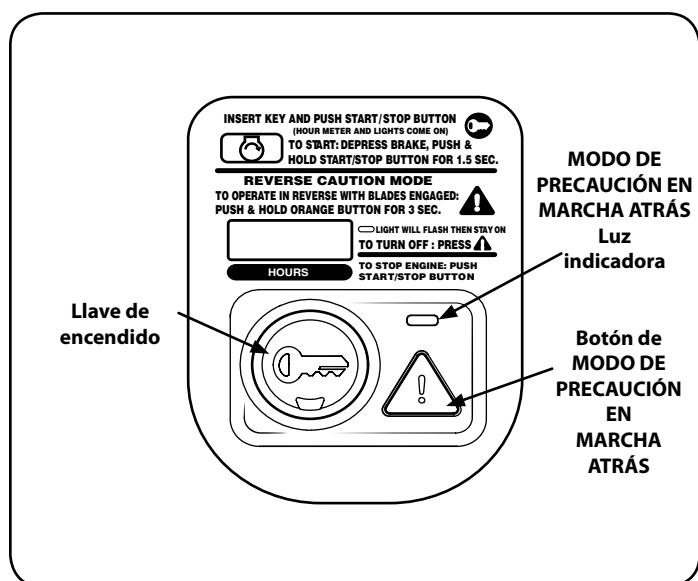

Figura 14
2. Para activar el MODO DE PRECAUCIÓN EN MARCHA ATRÁS, oprima y mantenga presionado el botón correspondiente a dicho modo ▲ durante 3 segundos. Vea la Figura 14.
3. Oprima el botón del MODO DE PRECAUCIÓN EN MARCHA ATRÁS  (botón triangular de color naranja). La luz indicadora parpadea, luego permanece encendida mientras esté activado. Vea la Figura 14.